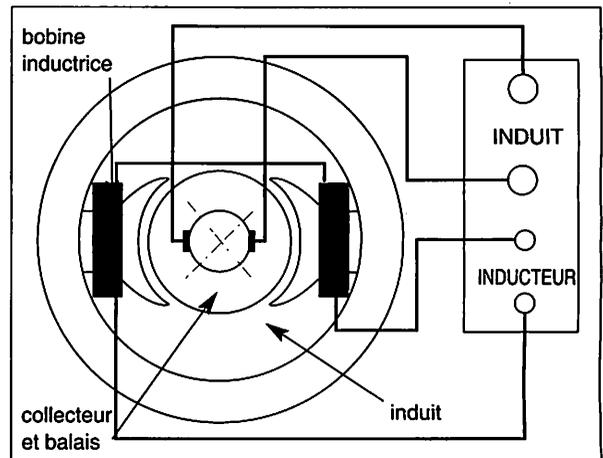

Fig. 11.01 : Éléments constitutifs de la machine à courant continu.
- le **collecteur**, également mobile, dont le rôle est de transformer le courant induit alternatif en courant unidirectionnel (fig. 11.01).